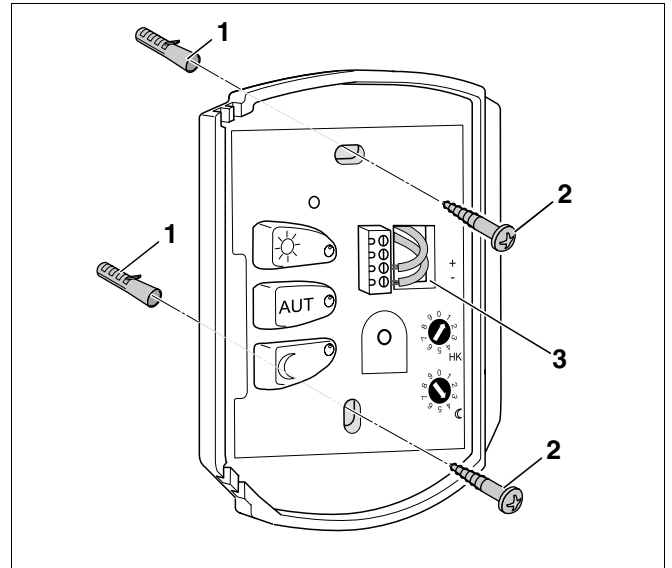

Fig. 3 Fixação do suporte de parede
- Faça dois furos nos pontos previstos da parede, para o efeito, utilize o suporte de parede como gabarito (Fig. 3).
- Aplique as buchas fornecidas (Fig. 3, **Item 1**) nos furos.
- Assente todos os cabos existentes na passagem de cabos (Fig. 3, **Item 3**).
- Fixe o suporte de parede com os parafusos fornecidos (Fig. 3, **Item 2**).